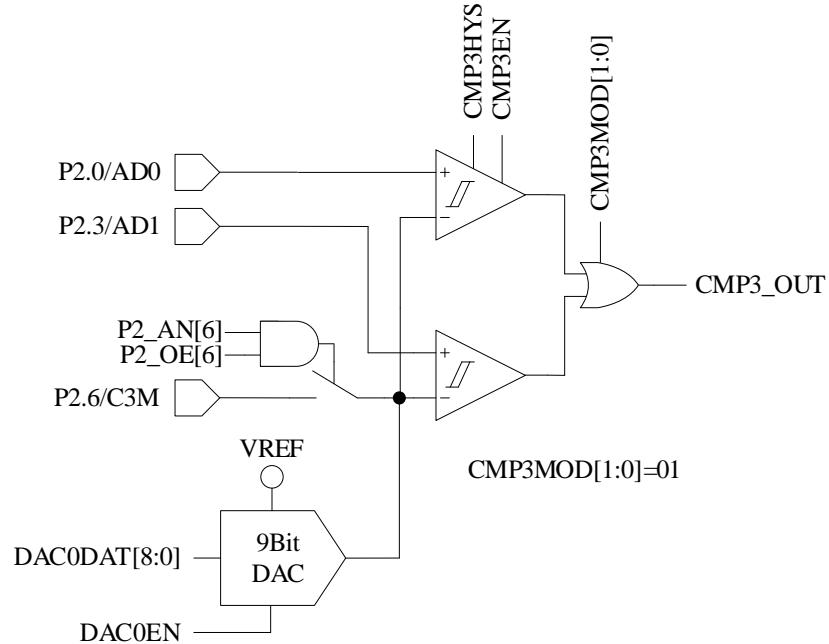

图 28-3 双比较器输入模式
- 配置 CMP_CR1[CMP3MOD]=01，CMP3 为双比较器输入模式，具体输入输出端口及接法如图 28-3 所示